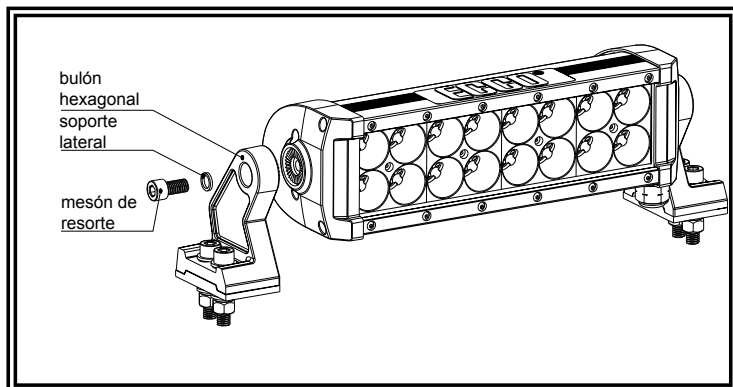

Figura 1
1. Sujete el bulón a través del agujero y el soporte lateral con el bulón de bloqueo de resorte. Vea la figura 1.